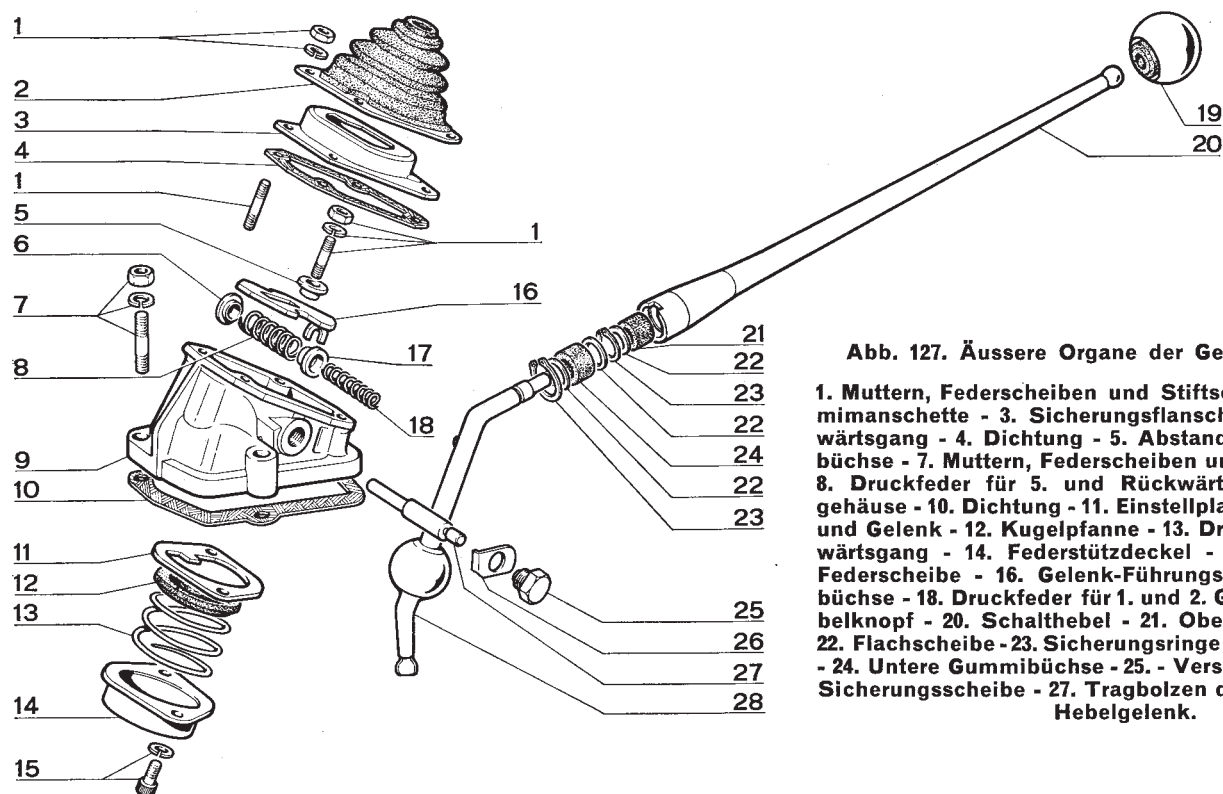

Abb. 127. Äussere Organe der Getriebeschaltung.
Die Druckfeder (8, Abb. 127) für 5. und Rückwärtsgang zusammen mit dem Ring (6) und der Büchse (17) in den Lagerbock (9) einbauen.